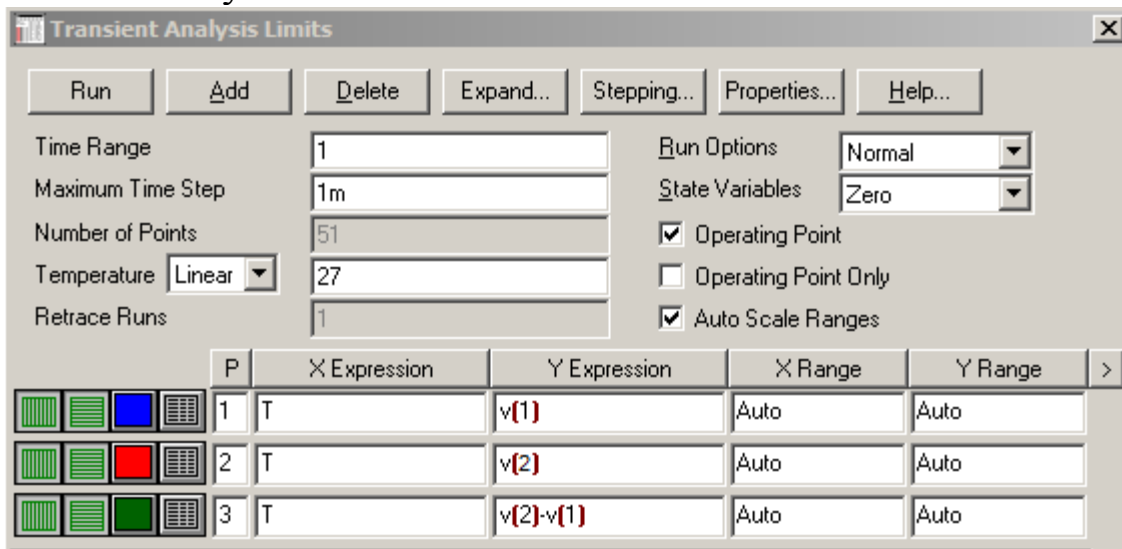

Рисунок 16. Добавление анализируемого параметра
8. Определите  $U_{обр}$  - максимальное напряжение на диоде между точками 1 и 2. Для этого нажмите клавишу «Add» и добавьте в анализ разницу напряжений между точками 1 и 2  $v(2)-v(1)$ , как показано на рис. 16. Нажмите клавишу «Run».